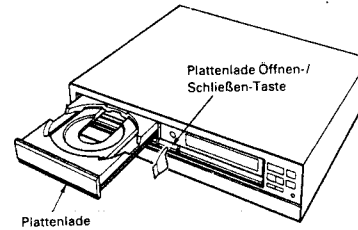

Abb. 1
- 12 cm CD-Platten in den äußeren Ring der Lade legen (Abb. 1), und 8 cm CD-Platten in den inneren Ring (Abb. 2).